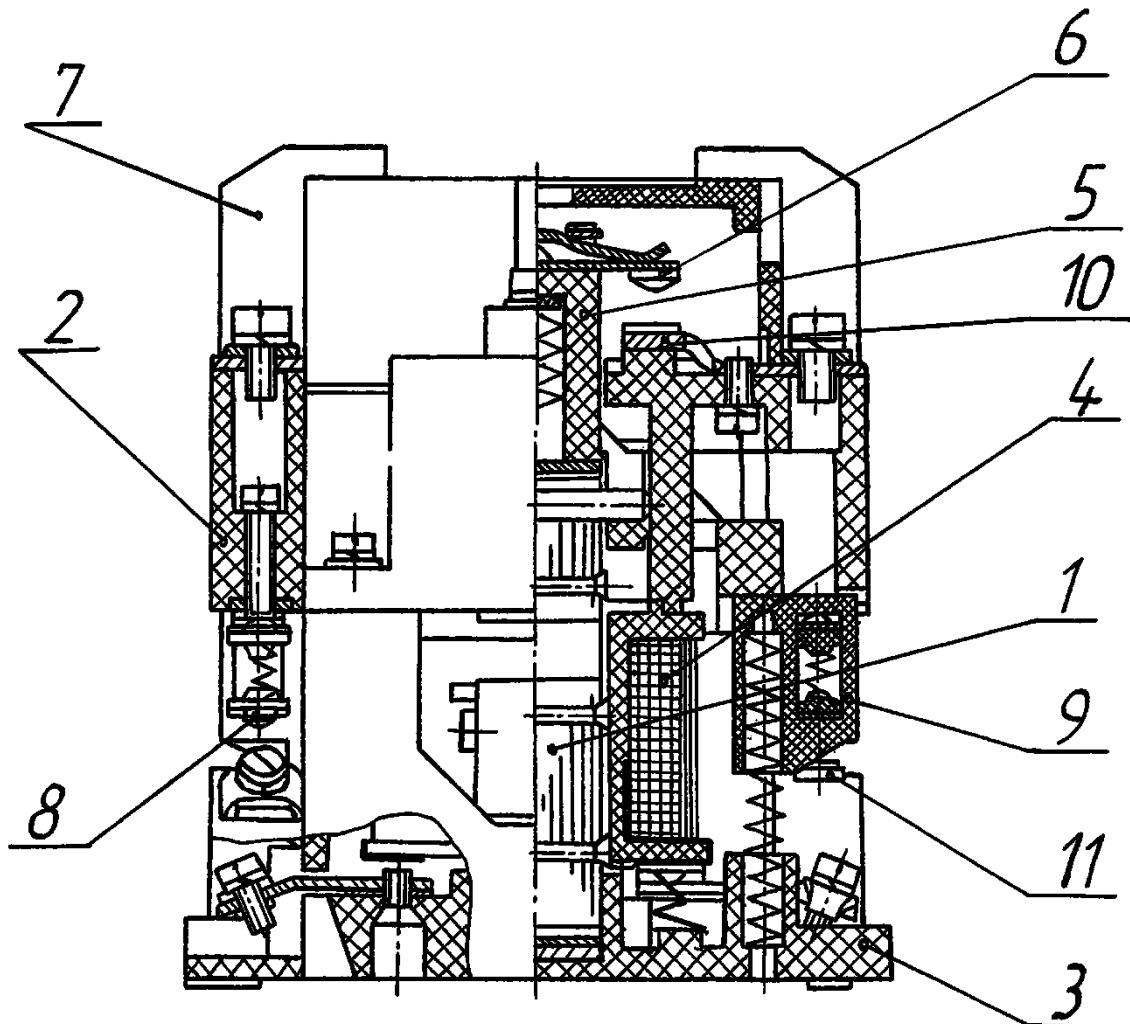

Рисунок 1 - Контактор ПМА-3100
1.4.1. Магнитные пускатели ПМА-3000 изготавливаются на базе электромагнитного контактора ПМА-3100 (Рисунок 1) и электротеплового реле РТТ-141.